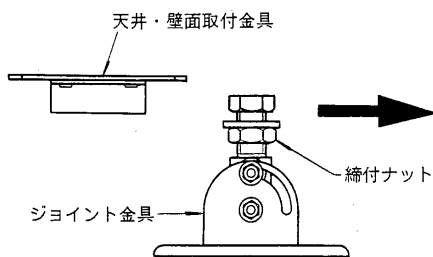

図3
③締付ナットをゆるめ、ジョイント金具を天井・壁面取付金具からはずしてください。(図3)